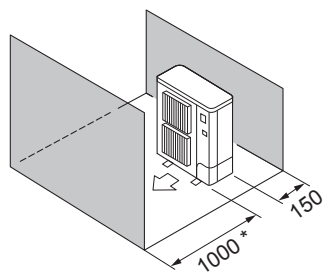

Fig. 2-6
- ⑤ Кедергілер тек алдыңғы және артқы жағында (Fig. 2-6)